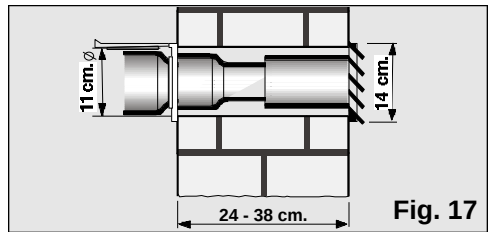

Fig. 17
- ❑ Para expulsar el aire caliente a través de la pared se necesita practicar un orificio en la misma para colocar el pasamuros, **Fig. 17**.